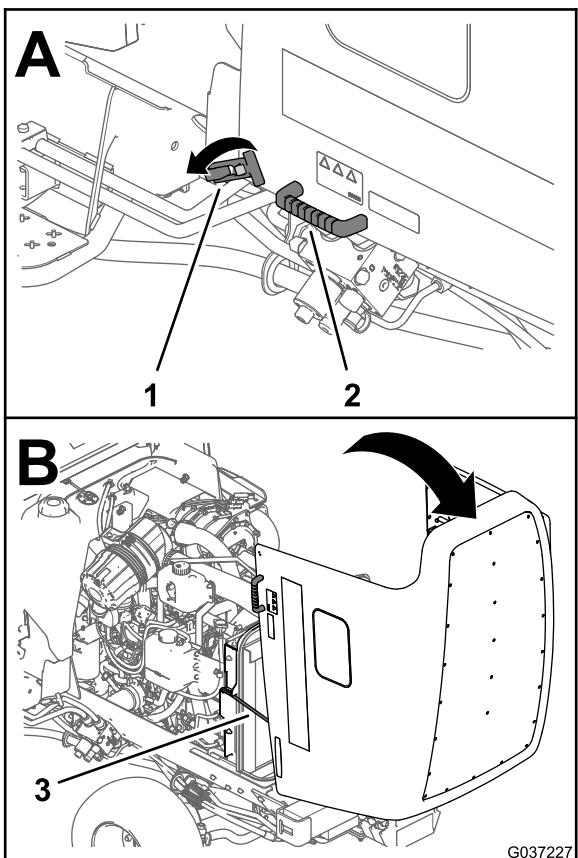

**Figura 61**
2. Tire o perno de gancho que fixa a articulação do capot aos suportes de montagem (Figura 61).